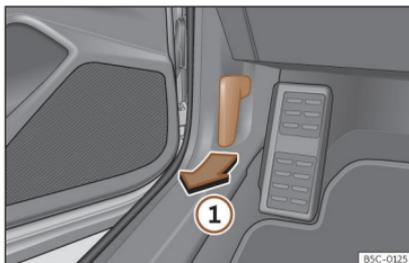

Fig. 215 Palanca de desbloqueo en el espacio reposapiés del conductor.
- Abra la puerta y tire de la palanca que hay debajo del tablero de instrumentos >>> **fig. 215** ①.